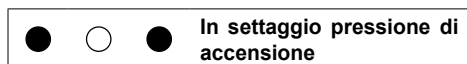

Figura 7.7
- Per settare la pressione di accensione del bruciatore le spie di segnalazione 3 devono essere visualizzate come in Figura 7.7 (leggenda spie Figura 7.4)